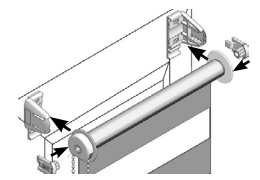

Рис.15
- 4.4. Установить вставки в механизм управления и в заглушку в трубе. Вставить изделие в кронштейны. Рулон ткани должен быть виден (Рис.15).